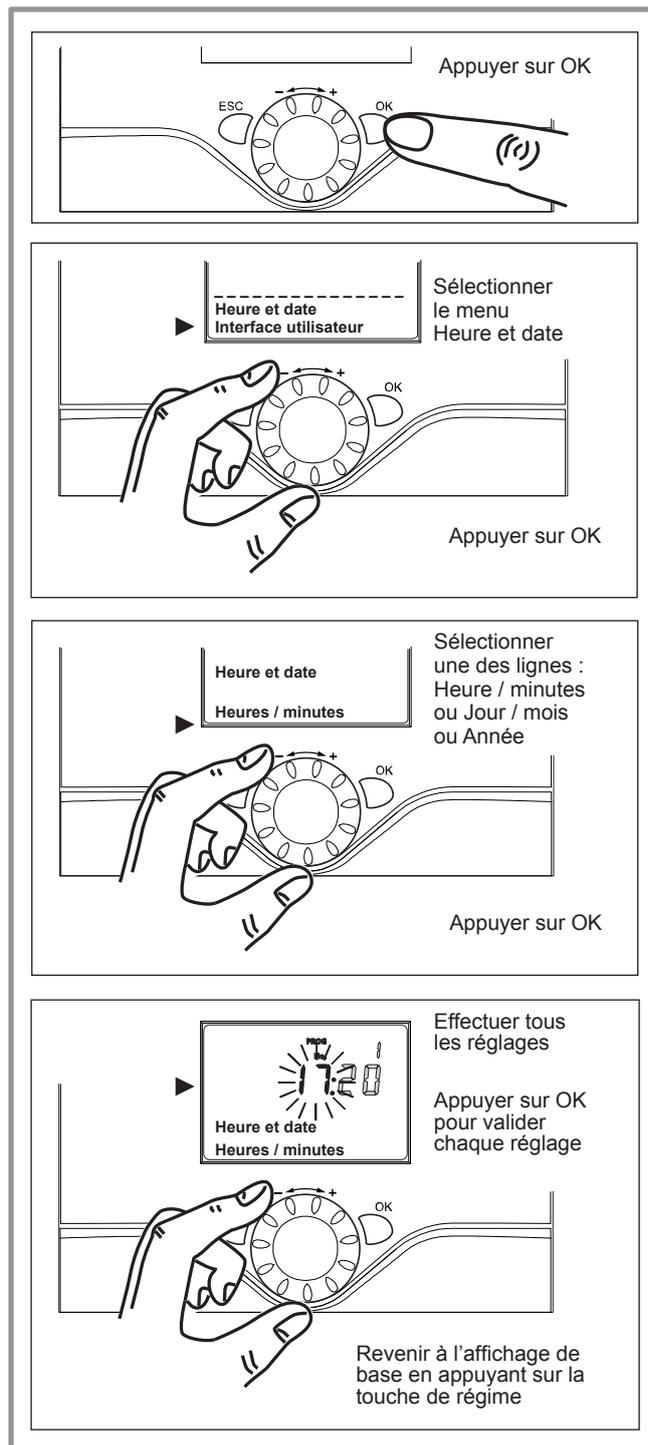

figure 6 - Réglage de l'heure et de la date
- Régler l'heure et la date en cours (**figure 6**).